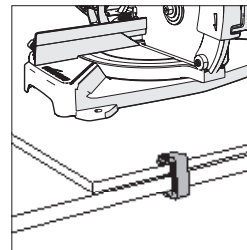

Abb. 2
- Verwenden Sie G-Schraubzwingen, um die Montageplatte an der Arbeitsoberfläche anzubringen. (Abb. 2)